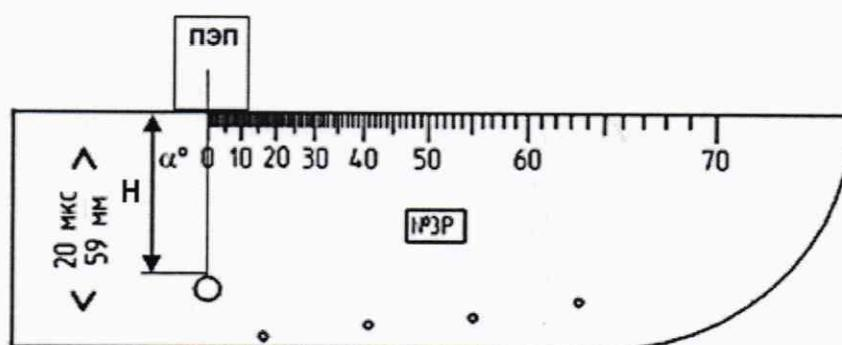

Рисунок 3 – Измерения на мере №3Р
8.4.4.8 Нанести тонкий слой контактной жидкости на меру №3Р и установить ПЭП на меру. Перемещая ПЭП вдоль поверхности меры №3Р (рисунок 3), получить максимальную амплитуду сигнала (при отсутствии сигнала скорректировать значения «Задержка» и «Диапазон» на вкладке «Развертка») от дефекта (боковое сверление диаметром 6 мм с глубиной залегания центра 44 мм). При использовании иммерсионного ПЭП погрузить меру №3Р в иммерсионную ванну и разместить ПЭП над мерой.